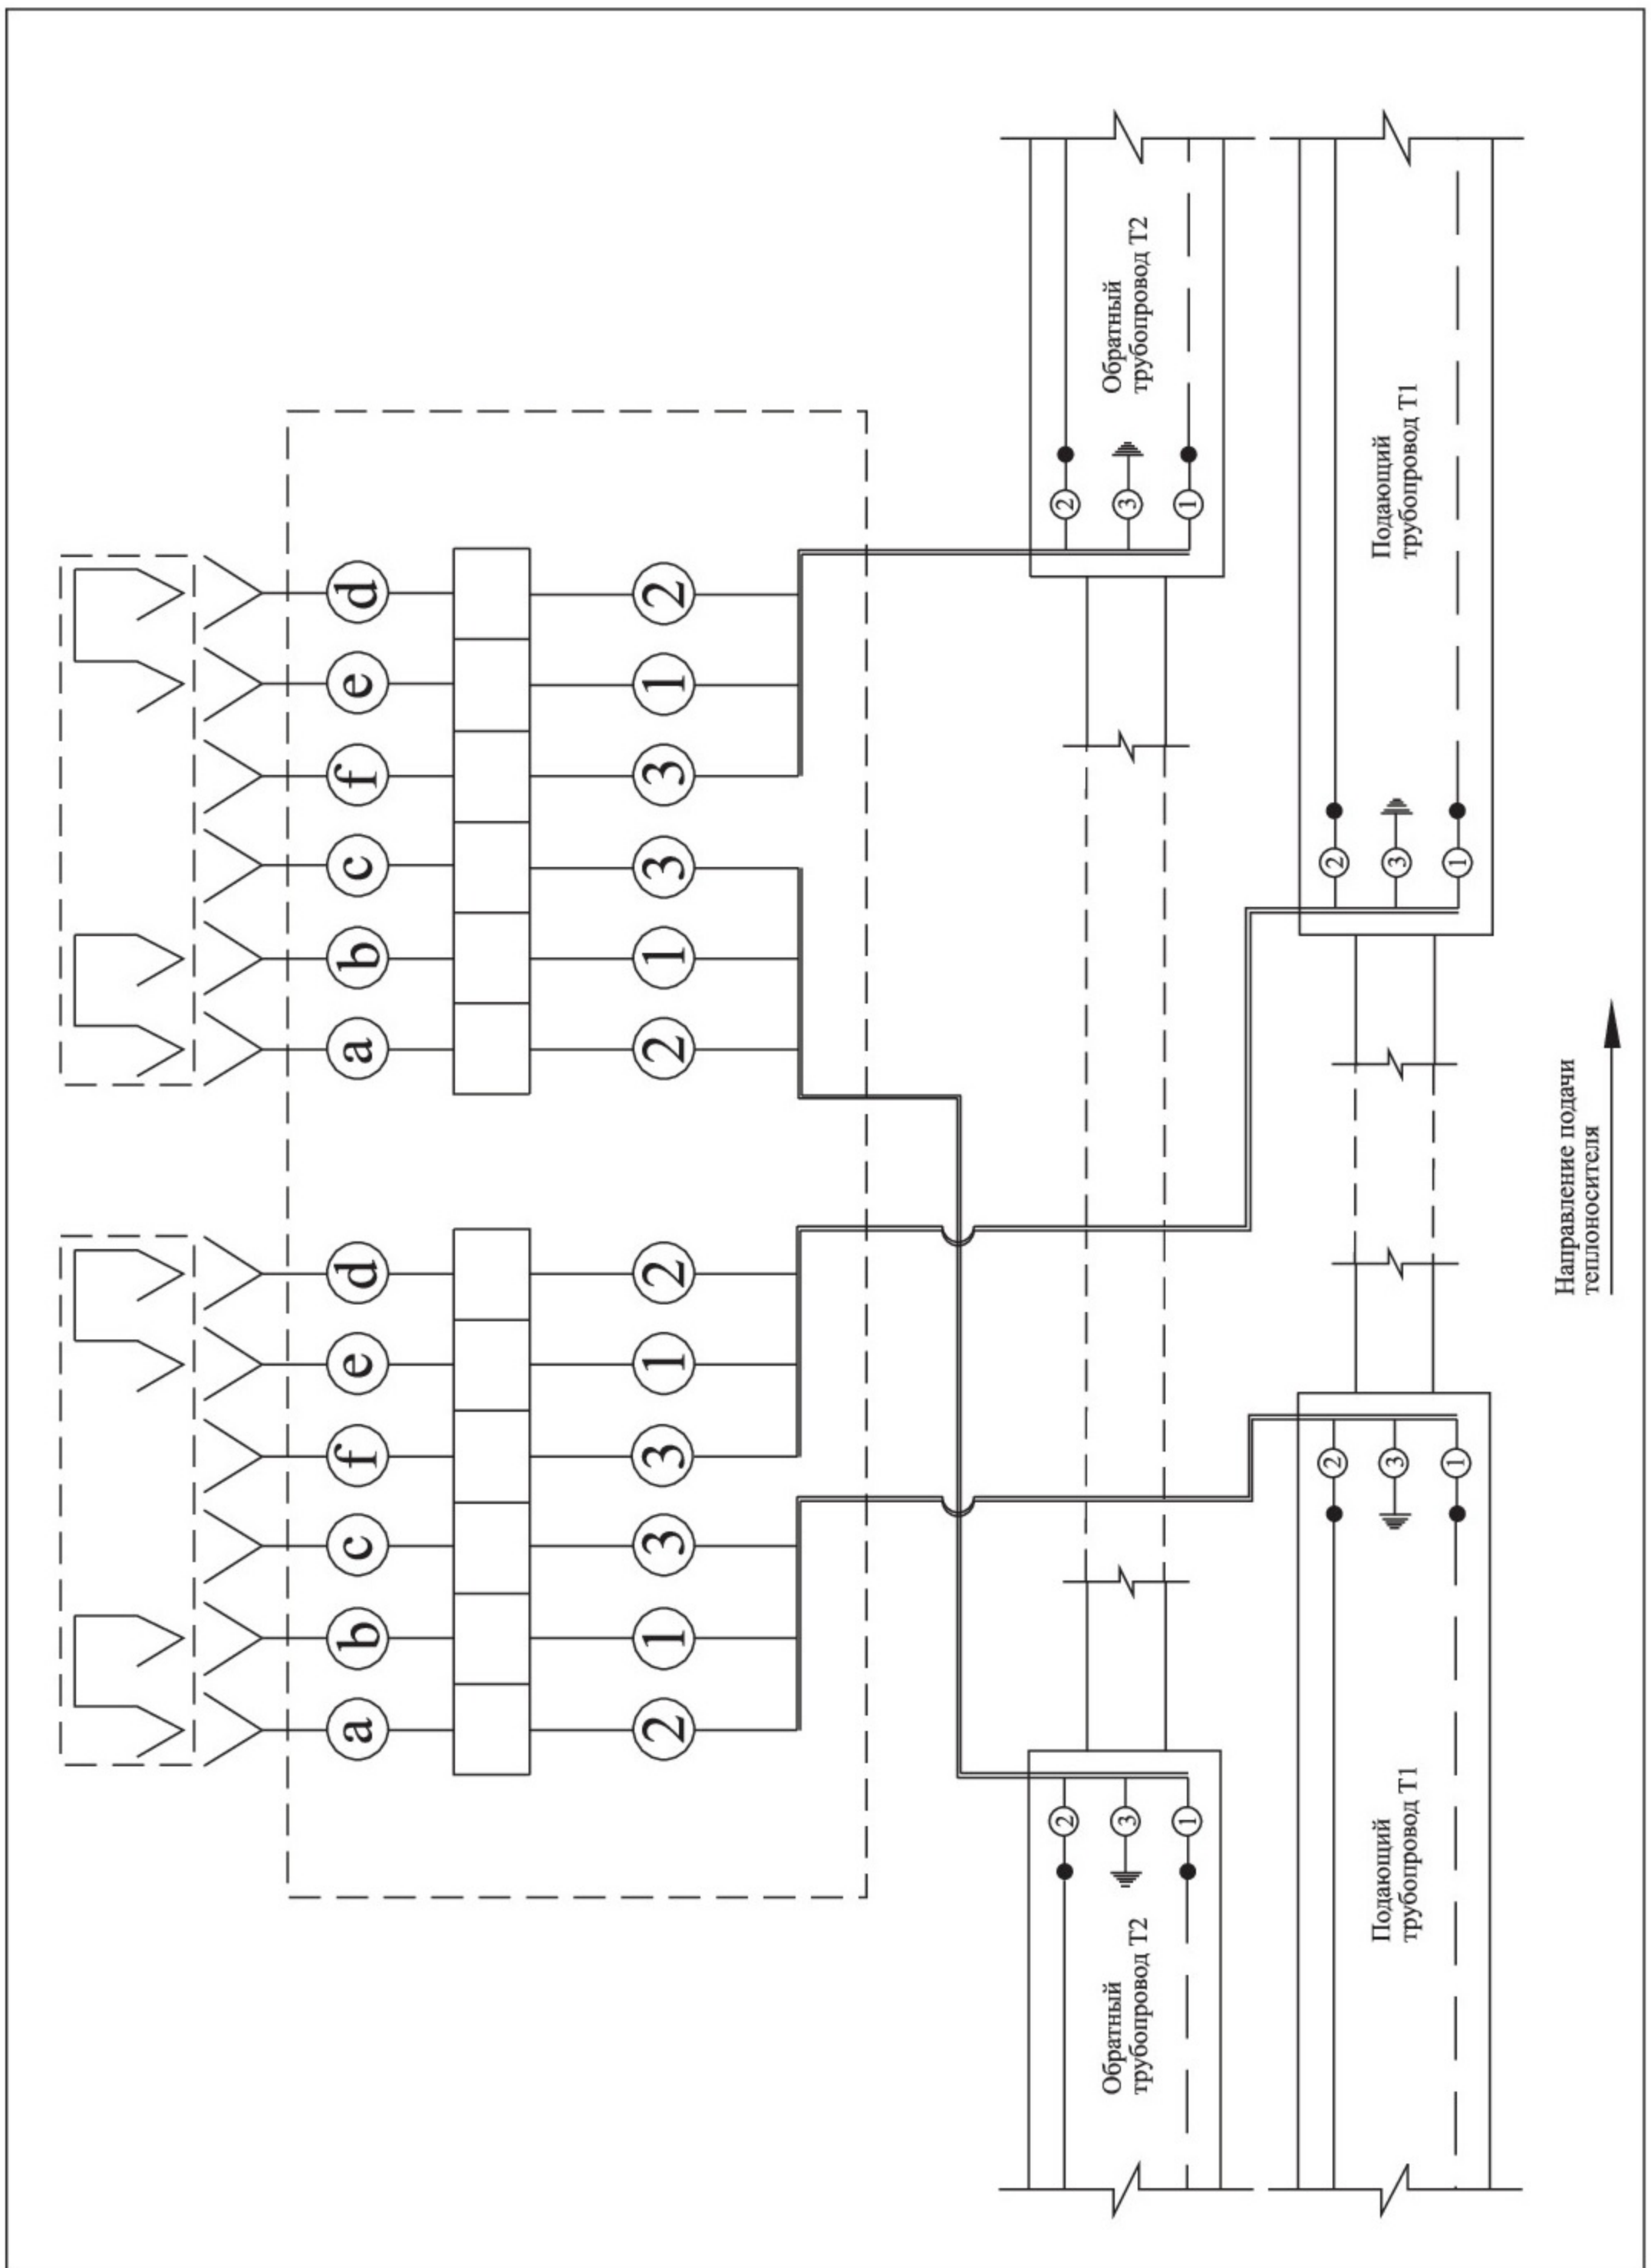

Рис. 9 Разъединение/закольцовка двух независимых двухтрубных систем ОДК
8. Для разъединения/закольцовки двух независимых двухтрубных систем ОДК монтаж проводников внутри терминала осуществлять по электрической схеме **Рис. 9**, а в разъем **2** установить заглушки-замыкатели с черным маркером **1а**.